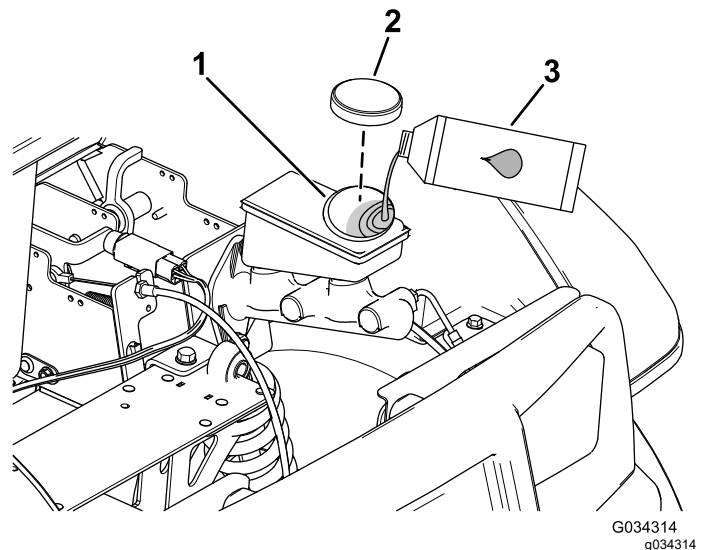

Bild 54
2. Heben Sie die Haube an, um den Hauptbremszylinder und den Behälter zugänglich zu machen (Bild 54).
- A. Reinigen Sie den Bereich um den Behälterdeckel und nehmen den Deckel ab (Bild 54).
- C. Schrauben Sie den Behälterdeckel wieder auf (Bild 54).